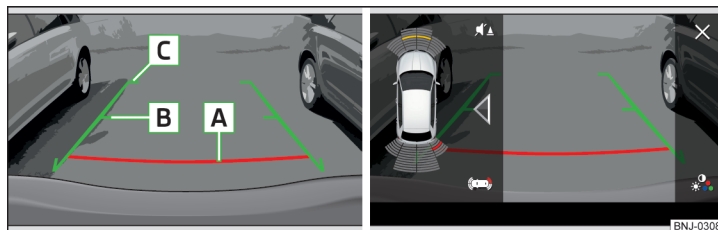

Fig. 225 Ecranul Infotainment: Linii de orientare / suprafețe de comandă funcții
**Distanța liniilor de orientare din spatele autovehiculului » fig. 225**
**Suprafețe de comandă funcții » fig. 225**